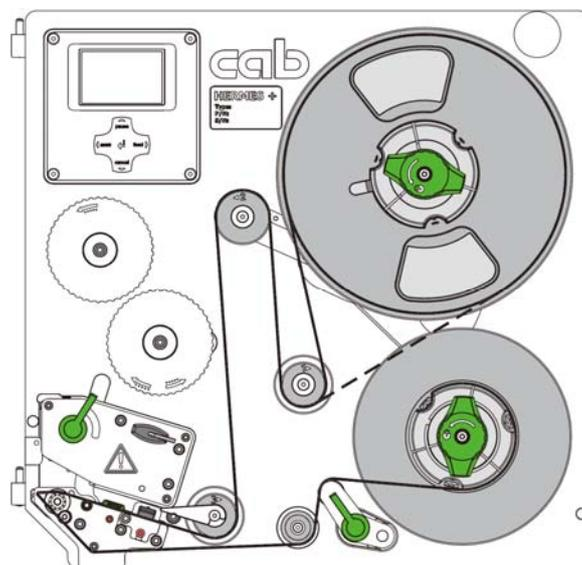

图11 标签纸卷安装路径
4. 依照图11的路径，将标签纸（5）安装于印字头打印模组里，虚线路径是内卷式标签纸安装方向；
5. 参照图11，确认将标签纸置于标签纸传感器（3）下方，并从前方标签剥离板（1）穿出；
7. 再从前方标签剥离板（1）将标签纸向下沿着图11安装路径方式，安装到后方内接式回收轴上，并将标签纸从底纸上移除，再卡入回收轴上的突出夹；